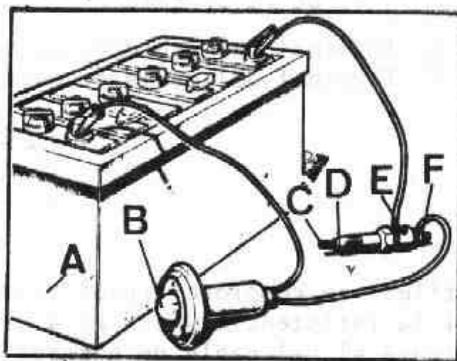

Fig. P-25 Comprobación de la bujía de caldeo
4.1. Para verificar la continuidad del circuito interno de la bujía (Fig. P-25), se montará una serie una lámpara, B, de las del tipo de posición en el circuito de una batería de 12 V, teniendo en cuenta que la colocación de esta lámpara, es esencial, para evitar el deterioro de la bujía.